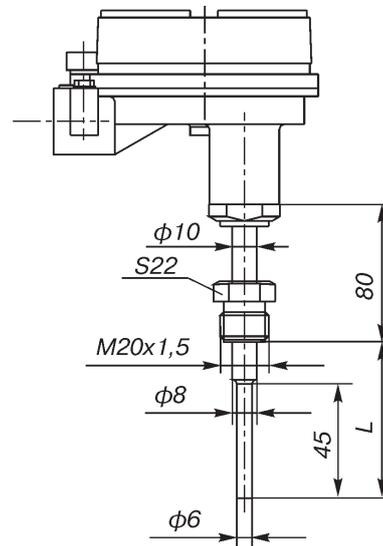

Рис.24 (ост.см.рис.4)
- 24¹⁾ по рис.24 (только Метран-286-Exd)